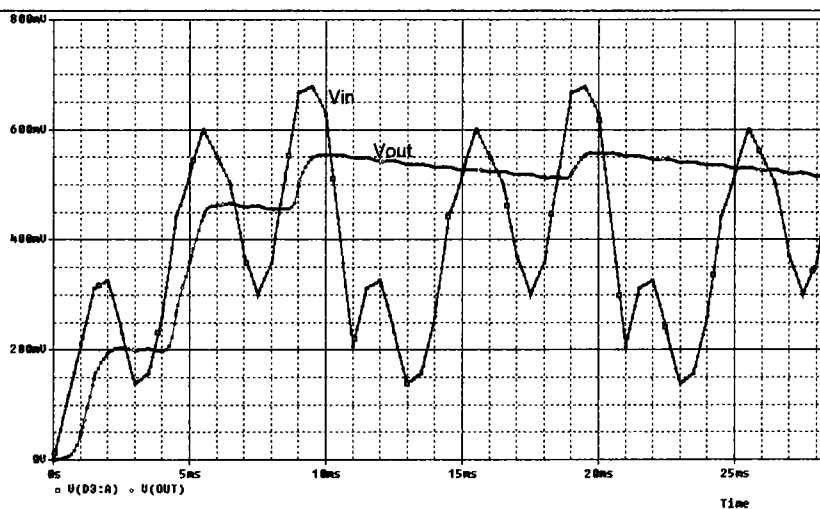

Рис. 8.21. Периодическое повторение стимула
6. Выполните моделирование с тем же профилем. Вы должны увидеть результат, показанный на рис. 8.21, где Vin теперь периодическая функция (повторяется вечно).